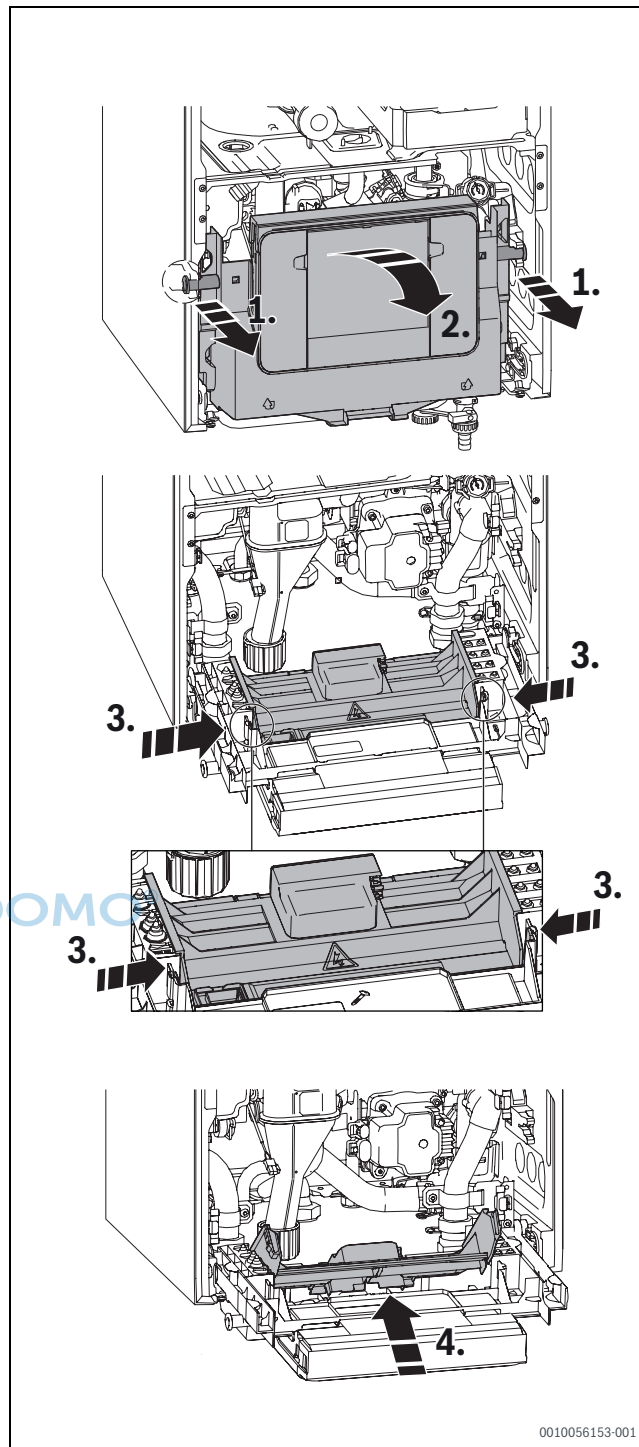

Bild 66 Steuergerät öffnen
- Steuergerät nach unten klappen (→ Bild 66).